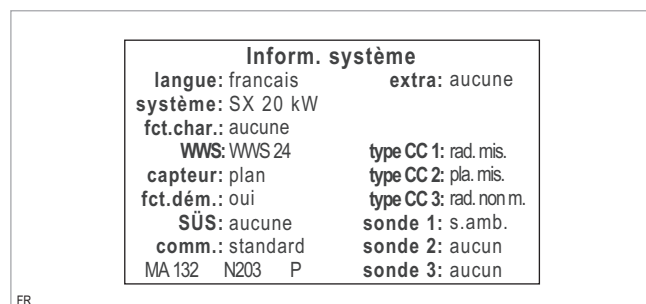

Fig. 36 : Menu « Données de système »
1. Entrez les paramètres dans le protocole d'initialisation des → *instructions de service d'installateur* (H36/L35/L36/P31/P33) en passant par le menu « **DONNÉES SYSTÈME** » (cf. → fig. 36, p. 17).
Une liste des composants d'installation initialisés (cf. → fig. 36, p. 17) apparaît.